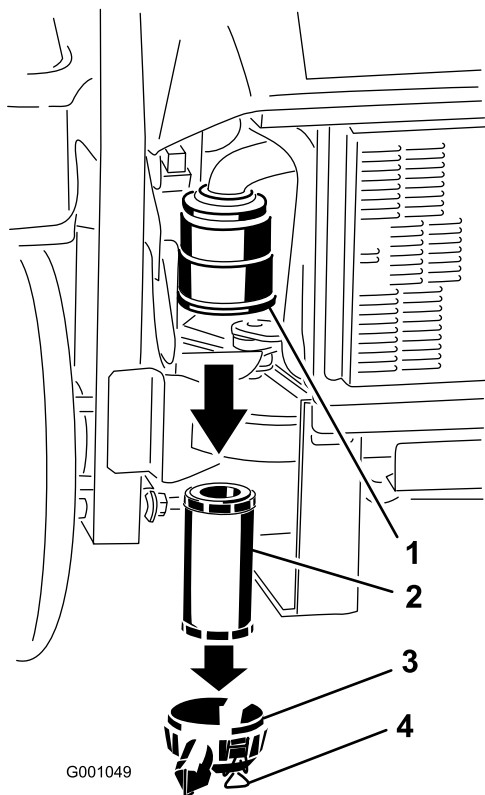

Bild 43
3. Lösen Sie die Riegel am Luftfilter und ziehen Sie die Luftfilterabdeckung vom Luftfiltergehäuse ab (Bild 43).
5. Schieben Sie den Filter vorsichtig aus dem Luftfiltergehäuse heraus (Bild 43). Vermeiden Sie ein Anstoßen des Filters an der Seite des Gehäuses.